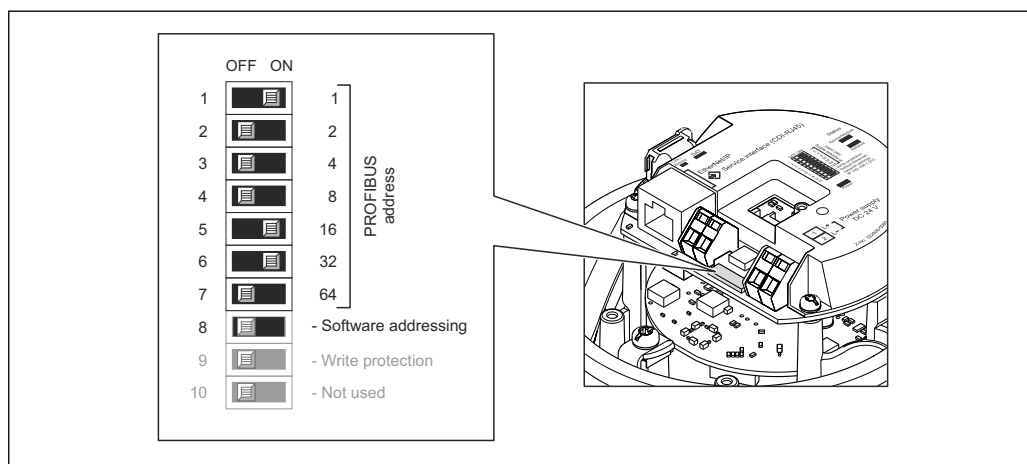

Fig. 12 Indirizzamento mediante DIP switch sul modulo dell'elettronica I/O
- ↳ Esempio → Fig. 12, Fig. 31: $1 + 16 + 32 =$ indirizzo del dispositivo 49